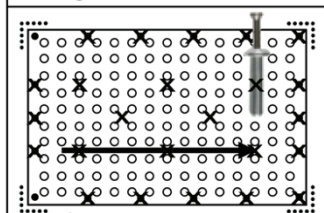

Fig. 4
6. Insert drive pins in all remaining holes and hammer them in moving across the tile in one direction. (Fig. 4) **NOTE: Only drive the pin so that it is even with the head of the anchor.**
6. Inserte los pasadores de impulsión en todos los hoyos y martíllelos moviéndolos a través de la baldosa en una sola dirección. (Fig. 4) **NOTA: Martille el pasador sólo hasta que esté parejo con la cabeza del anclaje. IMPORTANTE: ES NECESARIO DEJAR UN ESPACIO DE 1/8" CUANDO SE INSTALEN MÚLTIPLES BALDOSAS LINEARES PARA PERMITIR EXPANSIÓN.**